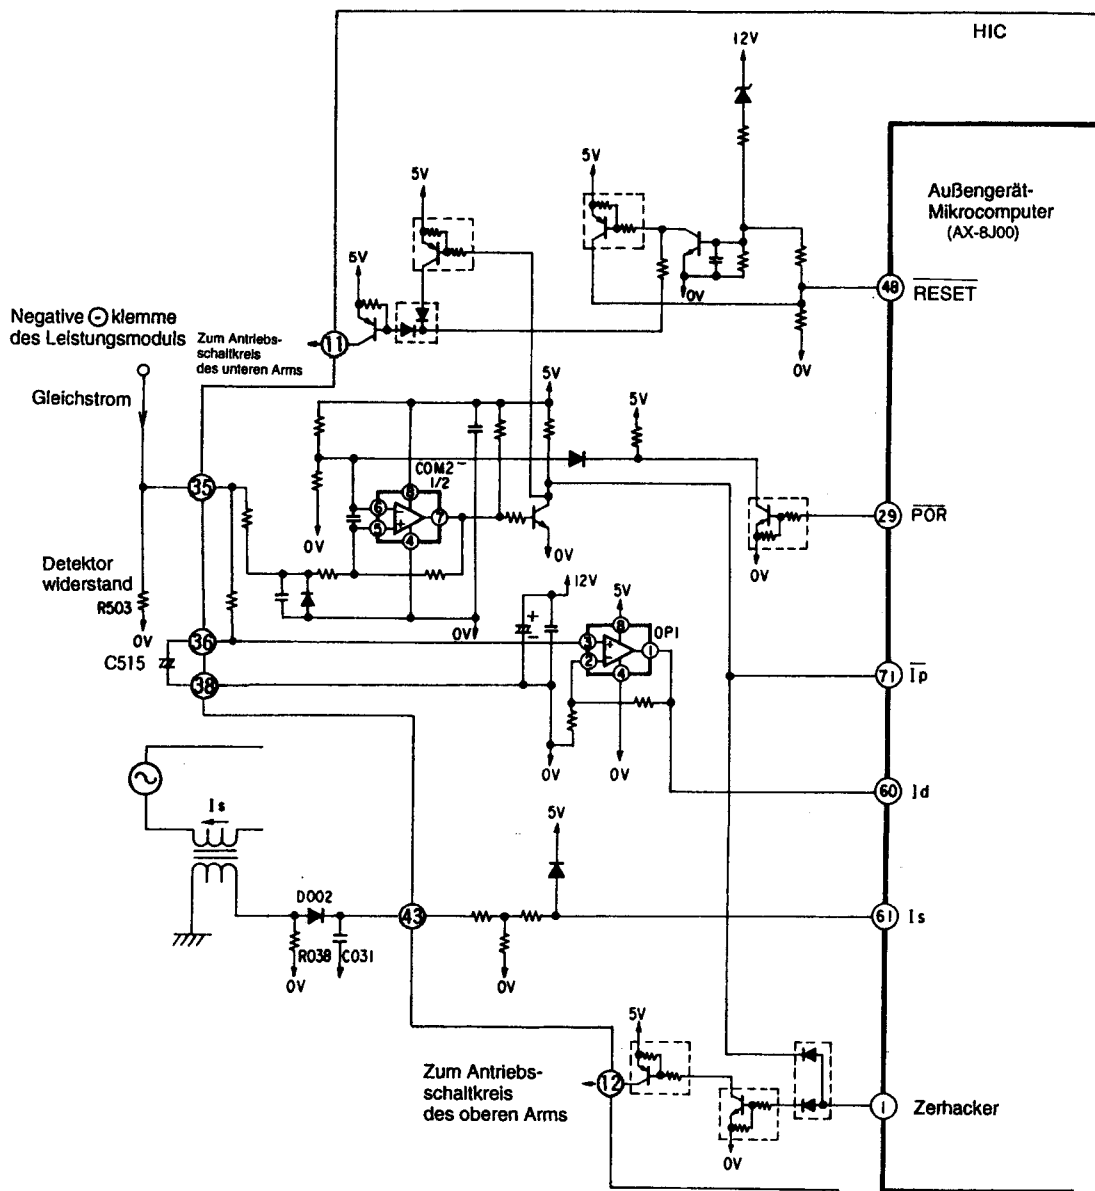

Abb. 8-1 Mikrocomputer (AX-8J00) und Peripherie-Schaltkreise
- Abb. 8-1 zeigt den Mikrocomputer und seine Peripherie-Schaltkreise, Tabelle 8-1 zeigt die grundlegenden Operationen jedes Schaltkreisblocks und Abb. 8-2 zeigt die Systemkonfiguration.